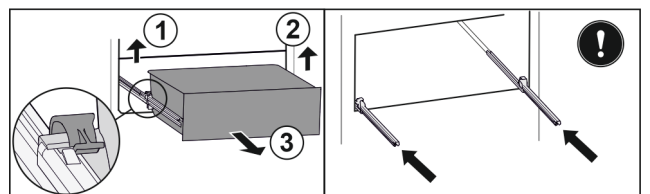

Fig. 54
- Sollevare il morsetto sinistro e allo stesso tempo tirare in avanti il cassetto sinistro. Fig. 54 (1)
- ▶ Sollevare il morsetto destro e allo stesso tempo tirare in avanti il cassetto destro. Fig. 54 (2)
- ▶ Rimuovere il cassetto tirandolo in avanti. Fig. 54 (3)